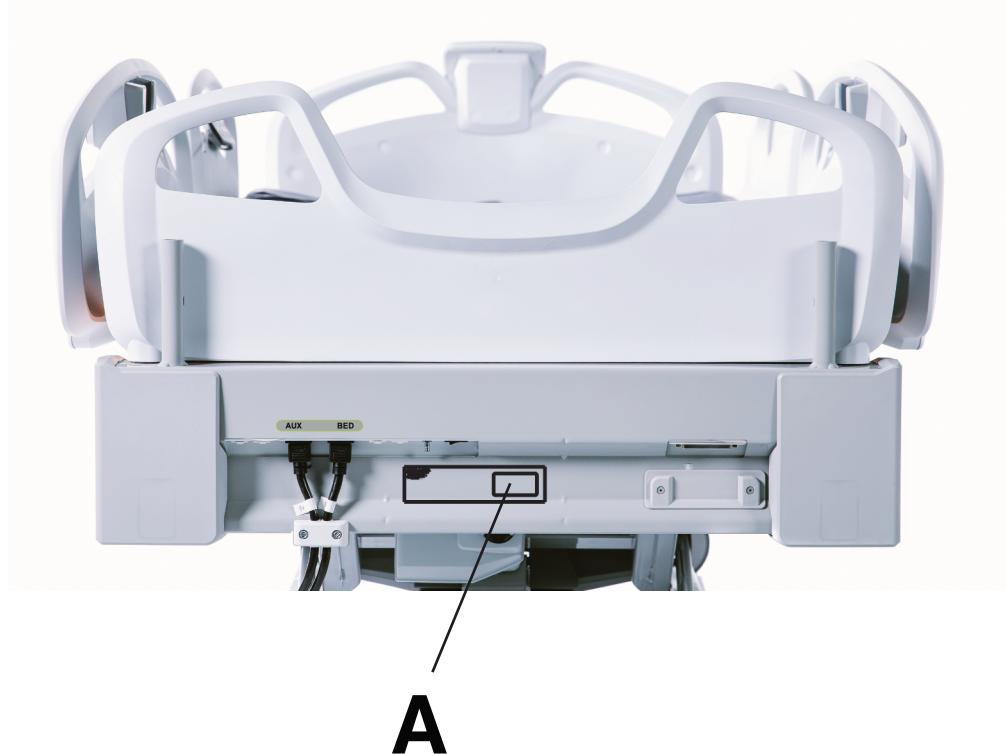

Figure 1 – Emplacement du numéro de série
Le numéro de série (A) se trouve au-dessous de la tête de lit, du côté tête du lit (Figure 1).